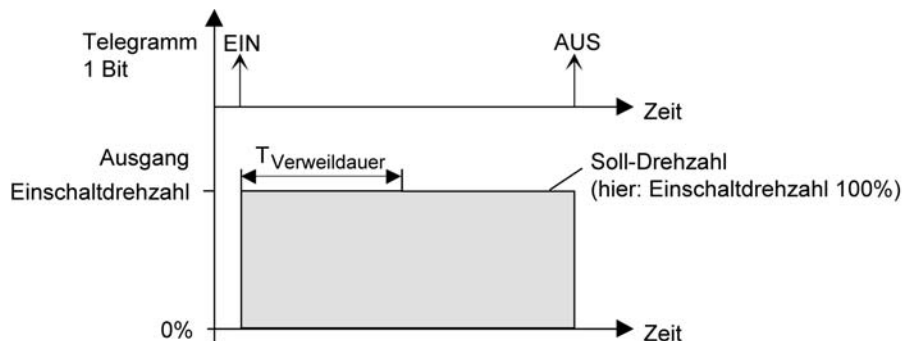
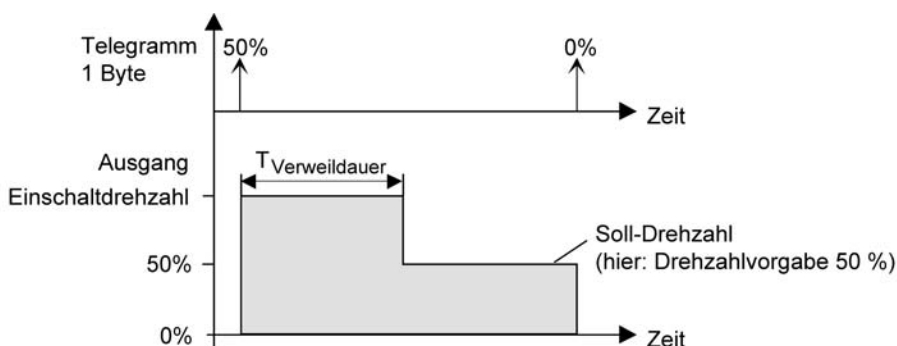
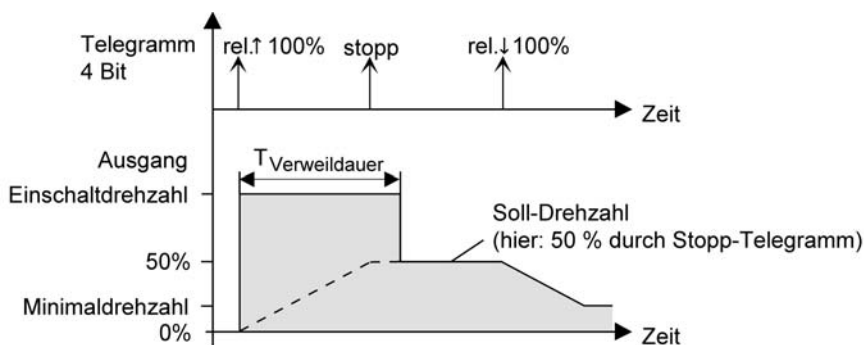

Bild 39: Einschalt Drehzahl und Soll-Drehzahl bei Schaltbefehlen
Bild 40: Einschalt Drehzahl und Soll-Drehzahl bei Wertbefehlen
Bild 41: Einschalt Drehzahl und Soll-Drehzahl bei relativen Dimmbefehlen
- i** Soll-Drehzahl: Die Soll-Drehzahl ergibt sich direkt aus Schaltbefehlen durch Schalt-Telegramme oder durch die Handbedienung. Die Soll-Drehzahl ist dann die Einschaldrehzahl (Bild 39). Alternativ wird die Soll-Drehzahl unmittelbar durch Telegramme auf das Drehzahlobjekt oder durch Drehzahlvorgaben der Szenenfunktion oder Sperr- und Zwangsstellungsfunktionen festgelegt (Bild 40). Beim relativen Dimmen über ein 4 Bit Dimmtelegramm gibt die Schrittweite des Telegramms das Dimmziel und somit die Soll-Drehzahl vor. Wenn ein relativer Dimmbefehl durch ein Stopp-Telegramm angehalten wird (z. B. Taste am Tastsensor vorzeitig losgelassen), entscheidet der Zeitpunkt des Stopp-Telegramms, welche Drehzahl als Soll-Drehzahl eingestellt wird (Bild 41). Sofern das Stopp-Telegramm noch während der Verweildauer der Einschaldrehzahl beim Aktor empfangen wird, berücksichtigt der Aktor die im Hintergrund nachgeführte und hochgedimmte Drehzahl zum Stoppzeitpunkt als Soll-Drehzahl. Wenn hingegen das Stopp-Telegramm bei Aktor eintrifft, nachdem die Verweildauer der Einschaldrehzahl abgelaufen ist, stellt der Aktor die durch die Schrittweite des Dimmtelegramms vorgegebene Drehzahl als Soll-Drehzahl ein. Das Stopp-Telegramm wird in diesem Spezialfall verworfen. In der Regel senden Tastsensoren in der Standard-Konfiguration Dimmschrittweiten von 100 % aus. Das Stopp-Telegramm entscheidet dann, wann ein relativer Dimmvorgang vorzeitig abgebrochen wird. Kommt das relative Dimmen in der Betriebsart "Drehzahlsteller" zum Einsatz und ist eine relativ kurze Verweildauer zur Einschaldrehzahl konfiguriert, sollten Tastsensoren auf kleinere Dimmschrittweiten mit Telegrammwiederholung umkonfiguriert werden. Hierbei ergibt sich der Vorteil, dass keine Stopp-Telegramme ausgesendet werden müssen, um Zwischenwerte des möglichen Dimmbereiches anzudimmen.